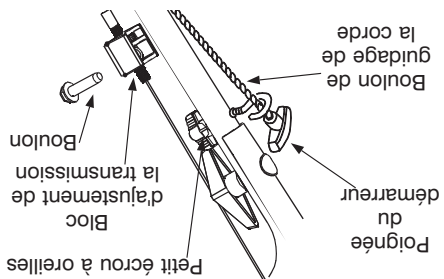

Figure 5
- Débranchez le fil de la bougie et mettez-le à la masse en suivant les instructions de la notice d'utilisation du moteur, puis pressez la poignée de commande de la lame contre le guidon supérieur et tirez sur la corde du démarreur. Faites alors sortir la corde du démarreur du moteur. Tenez le guide de la corde du démarreur et dans le côté droit du guidon intérieur, en utilisant le trou représenté. Attachez l'ensemble avec l'écrou à oreilles. Voir la Figure 5.
- Maintenez le bloc d'ajustement de la transmission avec le boulon que vous venez d'enlever. Voir la Figure 5.